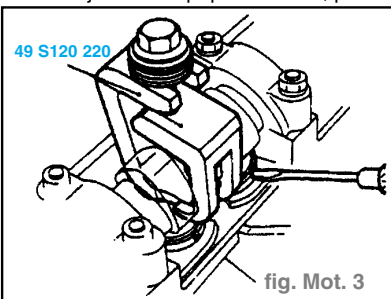

fig. Mot. 3
- Enfoncer le poussoir jusqu'à ce que la cale de réglage soit accessible à l'aide de l'outil. (fig. Mot. 3)